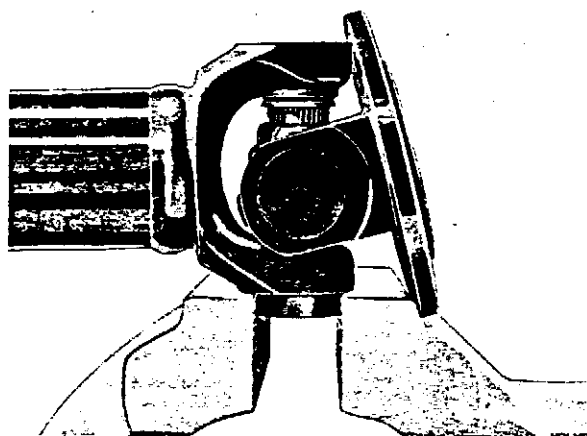

Abb. 12 Abziehen des Nadelkäfigs
4. Nadellager aus der Gabel ziehen. Dazu den Nadelkäfig in den Schraubstock spannen und die Gelenkwelle unter gleichzeitiger Drehung nach oben drücken, siehe Abb. 12.
7. Nadellager gemäß Pos. 4, Abb. 12, herausziehen.